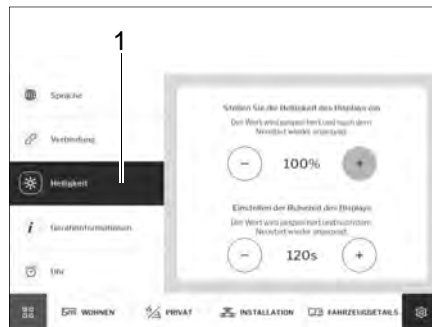

Bild 270 Helligkeit
- Auf Schaltfläche *Helligkeit* (Bild 270,1) tippen.